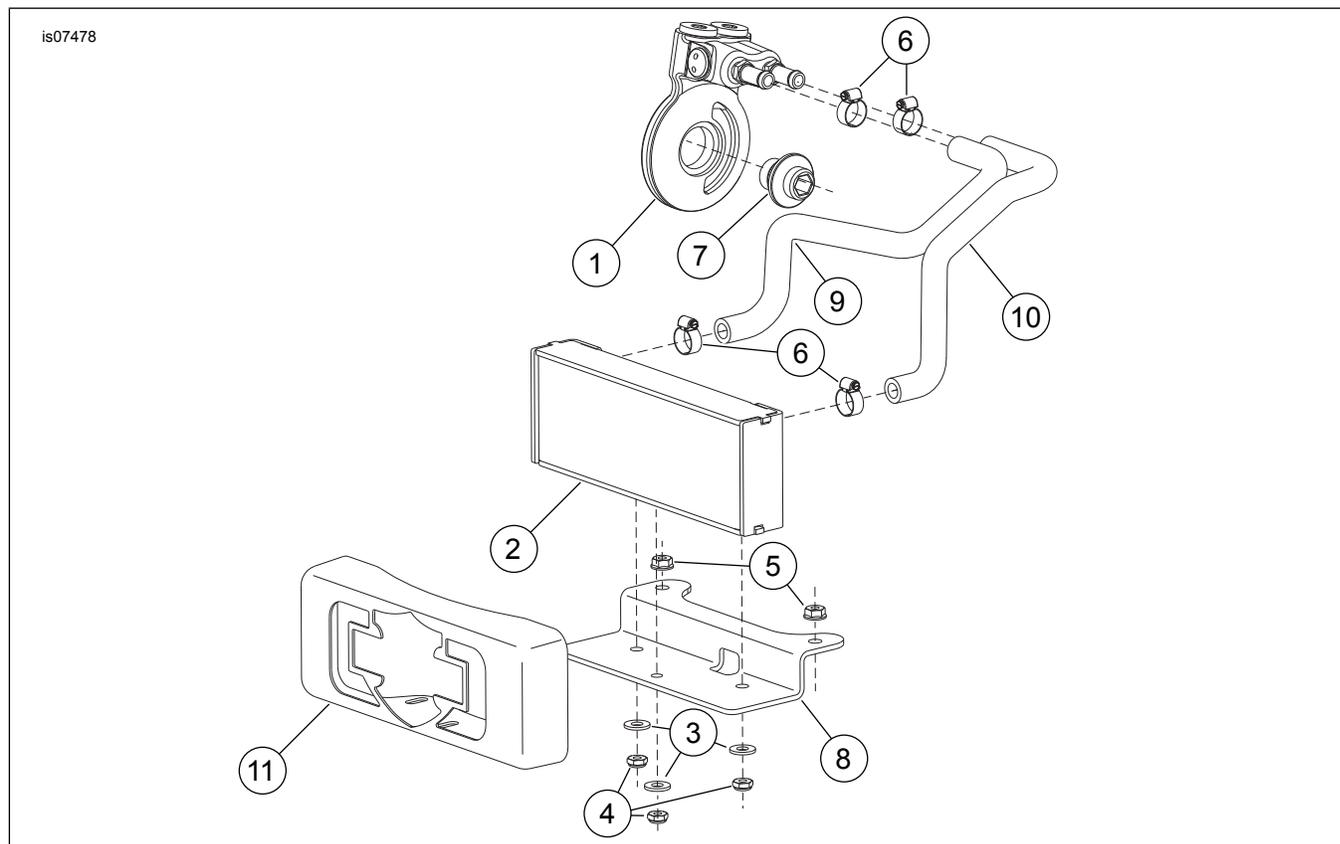

Figura 5. Parti di ricambio del kit radiatore di raffreddamento dell'olio con coperchio cromato Touring
Vedere Figura 5 e Tabella 1.
6. Sollevare il regolatore di tensione (1) per rimuoverlo dai prigionieri di montaggio (2).
7. Vedere Figura 5. Installare il coperchio del radiatore di raffreddamento dell'olio (11) sopra i prigionieri del radiatore di raffreddamento dell'olio (2) stesso, quindi installare la staffa di montaggio (8) sopra ai prigionieri. Fissare la staffa e il coperchio al radiatore di raffreddamento dell'olio con le tre rondelle (3) e i tre dadi bloccanti (4). Serrare i dadi ad una coppia di 10,8–13,5 N·m (96–120 in-lbs).
8. Installare la staffa di montaggio del radiatore di raffreddamento dell'olio sui prigionieri di montaggio del regolatore. Disporre la staffa di montaggio del filo sulla sommità della staffa di montaggio del radiatore di raffreddamento dell'olio, quindi installare il regolatore di tensione sui prigionieri sopra la staffa del radiatore di raffreddamento dell'olio. Fissare il regolatore usando i due dadi bloccanti (elemento 5, Figura 5), ma non serrarli ancora.
11. Vedere Figura 5. Far scorrere due fascette stringitubo sui tubi flessibili sinistro (10) e destro (9) e collegare i tubi flessibili al radiatore di raffreddamento dell'olio (2) e all'adattatore del radiatore (1).
12. Serrare i tubi flessibili all'adattatore del filtro dell'olio ed al radiatore di raffreddamento dell'olio con fascette stringitubo a vite senza fine (6). Serrare le fascette stringitubo ad una coppia di 0,9 N·m (8 in-lbs).